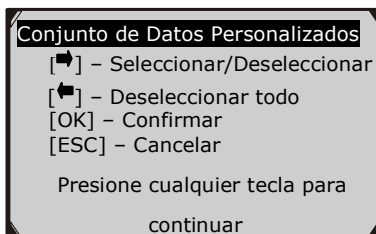

Figura 5.16
- 2) Observe las instrucciones en pantalla. (Figura 5.16). Presione el botón **OK** para continuar; presione el botón **ESC**, o use el botón **IZQUIERDO/DERECHO** para seleccionar **NO** y presione el botón **OK** para regresar al menú **Grabar Datos**.